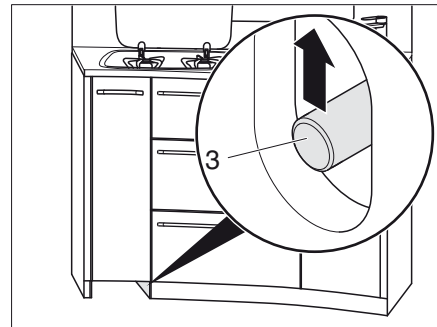

Bild 132 Låsa upp kökslådor
- Skjut skjutstängen (Bild 132,3) uppåt.